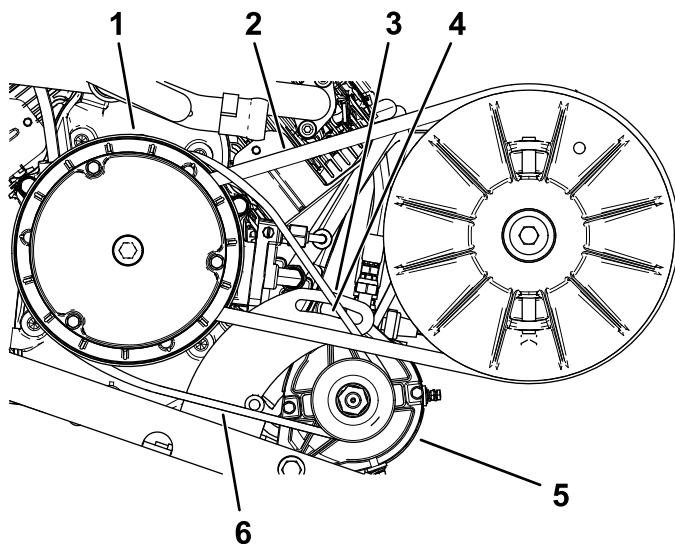

図 70
2. スタータジェネレータのピボットナットをゆるめる 図 70。
4. ボールを下に押し下げてスタータを下げる。ベルトを  $44.5 \text{ N}\cdot\text{m}$   $4.5 \text{ kg}\cdot\text{m}$   $= 10 \text{ ft}\cdot\text{lb}$  の力で押した時のたわみが  $6 \text{ mm}$  になるようにスタータの位置を調整する 図 70。
5. ピボットナットを手締めし、ボールを取り外す 図 70。